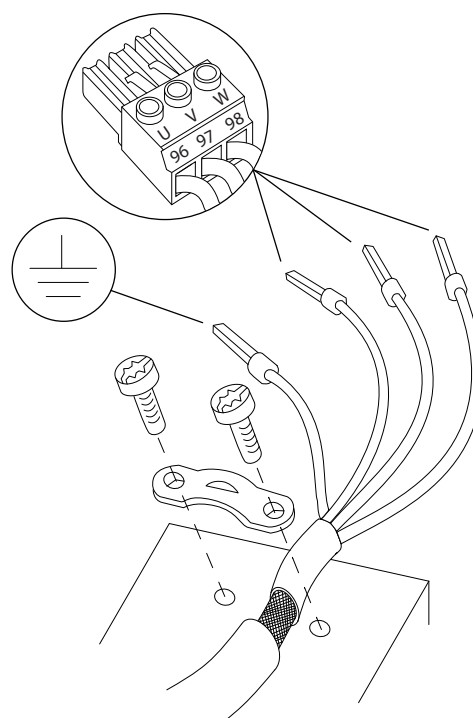

图 4.4 电机连接
3. 按照中提供的接地说明将接地线连接到最近的接地端，如图 4.4 所示。
4. 将三相电机线路连接到端子 96（U）、97（V）和 98（W）上，如图 4.4 所示。